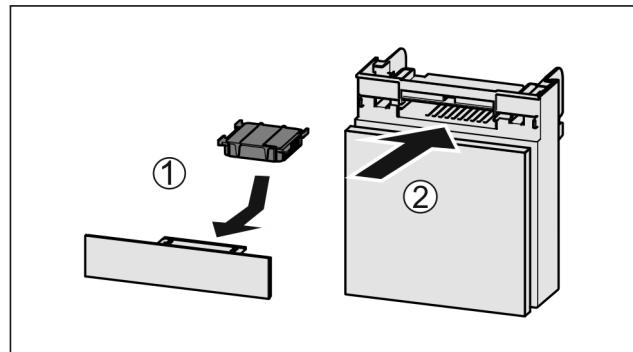

Fig. 95
- Filtr s aktivním uhlím vložte podle vyobrazení Fig. 95 (1).
- Zásuvku zasuňte Fig. 95 (2).